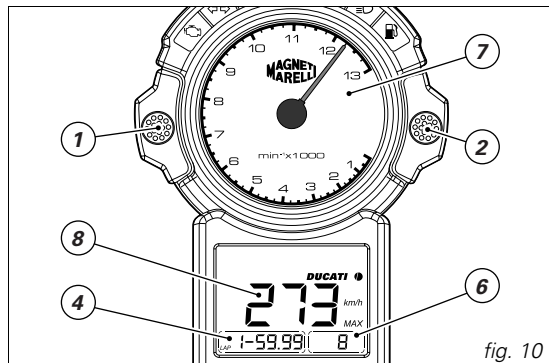
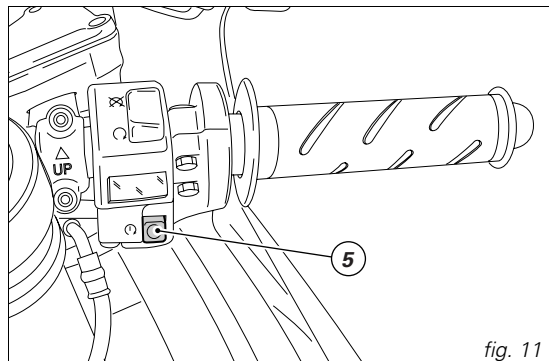

fig. 10
fig. 11
### Fonction enregistrement du temps sur le tour de circuit (fig. 10 et fig. 11)
Cette fonction permet de chronométrer le temps sur le tour de circuit, en visualisant également la vitesse et le nombre de tours le plus élevé par rapport au tour chronométré. Sélectionnez la visualisation LAP sur l'afficheur (4, fig. 10). En roulant, appuyez sur le bouton (5, fig. 11) de démarrage moteur pour faire partir le chronomètre de bord. La frappe successive du bouton (5) stoppe le chronomètre et, simultanément, le chronomètre de bord démarrera pour relever le deuxième temps. Vous pouvez mémoriser jusqu'à un maximum de 19 tours ; si vous mémorisez un plus grand nombre de tours, les premiers chronos seront éliminés pour laisser la place aux derniers 19 tours chronométrés mémorisés.
### Fonction visualisation des temps sur le tour de circuit mémorisés (fig. 10)
Après les chronos des tours, vous pouvez visualiser 19 temps chronométrés mémorisés dans l'afficheur à cristaux liquides. Après avoir arrêté la moto, appuyez sur le bouton (2, fig. 10) et tournez l'interrupteur à clef de la position OFF sur la position ON pour accéder à la fonction. Une fois entré dans la fonction, appuyez sur le bouton (1, fig. 10) pour faire défiler en séquence les chronos ; les informations suivantes s'affichent au tableau de bord :
- indicateur du régime moteur maximum (7, fig. 10) dans le chrono sélectionné ;
- chrono mémorisé sur le tour de circuit (4, fig. 10) ;
- donnée mémorisée de la vitesse maximale (8, fig. 10) sur le chrono sélectionné.
Pour remettre à zéro les chronos, appuyez sur le bouton (2, fig. 10) pendant plus de 5 secondes.
1) si le code est reconnu, le témoin CODE (12, fig. 5), au tableau de bord, émettra un bref clignotement ; le système antivol a reconnu le code de la clé et désactive le blocage du moteur. En appuyant sur le bouton START (5, fig. 11), le moteur démarre ;